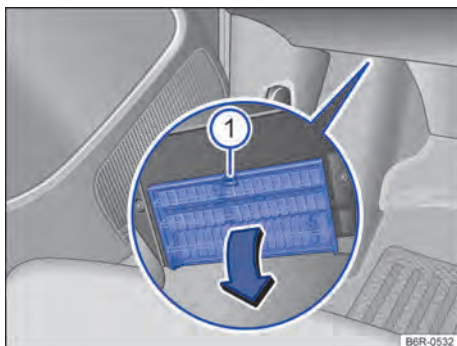

Fig. 138 No lado do condutor embaixo do painel de instrumentos: abrir a cobertura da caixa de fusíveis.
- *Abrir*: pressionar a alavanca de travamento → Fig. 138 ⓘ até que a cobertura se abra.